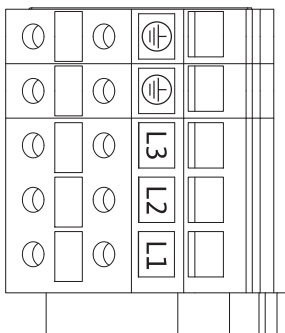

Fig. 28: Effektplintar (nätanslutningsplintar)
- Effektplintar (nätanslutningsplintar) (fig. 28)